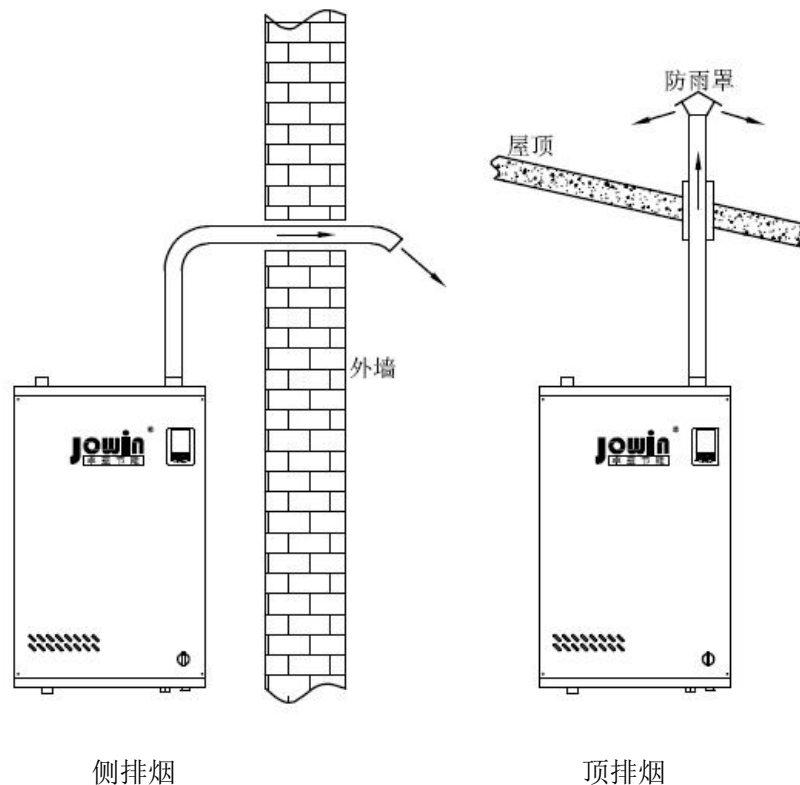

图 21 烟气直接排至室外的情况
- (1) 单机排烟为每台蒸汽机有独立的排烟管，此为推荐方式。
- (2) 烟气直接排至室外时，排烟口处须注意防雨，墙面或屋顶也需做好防水密封，如图 21 所示。